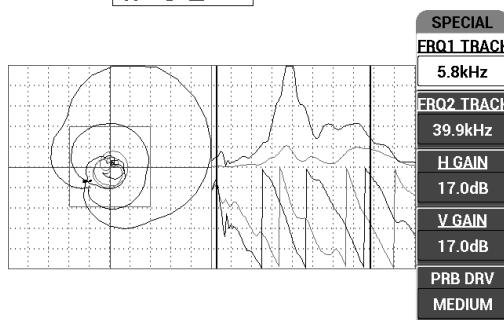

Рис. 6-59 Спектральное отображение частоты (с правой стороны экрана)
5. Медленно просканируйте зону дефектов, отслеживая частотный спектр (справа), в частности амплитуду (справа вверху) [см. Рис. 6-59 на стр. 172].